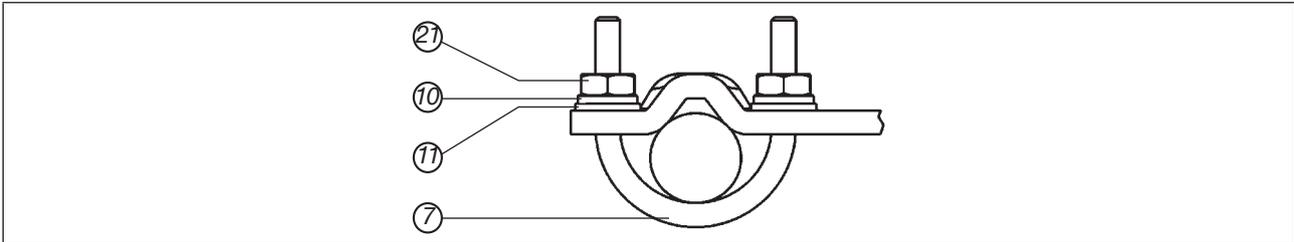

Bild 26: Positioner mit Anbauwinkel befestigen; bei Antrieben mit Säulenjoch
→ Anbauwinkel mit den U-Bolzen (7), Scheiben (11), Federringen (10) und Sechskantmutter (21) am Säulenjoch befestigen (siehe „Bild 26“).